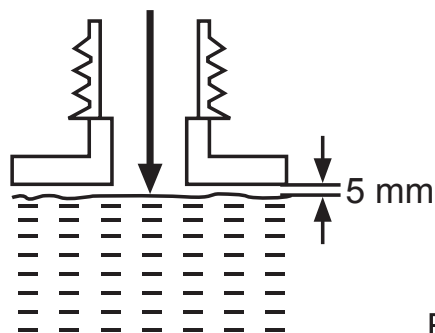

Fig. 13
- > Desaperte e retire o tampão do depósito de combustível (28).
- > Encha o depósito com a mistura adequada de combustível/óleo, usando um funil de combustível com um filtro para evitar a entrada de resíduos no depósito. Não encha demasiado. Deixe uma folga de, pelo menos, 5 mm entre o combustível e o topo do depósito de combustível para deixar espaço para a expansão (Fig. 13).